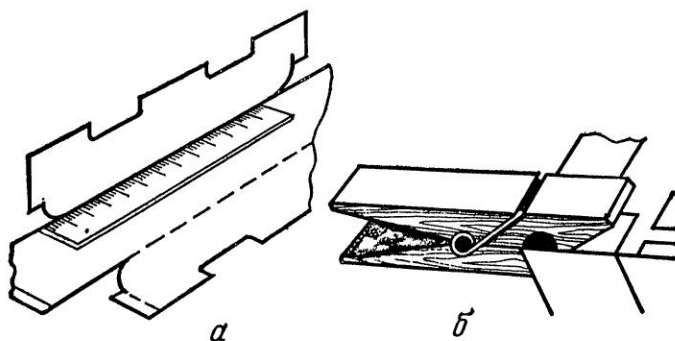

Рис. 21. Монтаж деталей кузова:
**Легковые автомобили.** Для изготовления модели легкового автомобиля из альбома вырезают по контуру все детали. Затем сгибают их по пунктирным линиям. Если нужно согнуть выкройку по длинной линии, то пользуются линейкой или угольником (рис. 21).